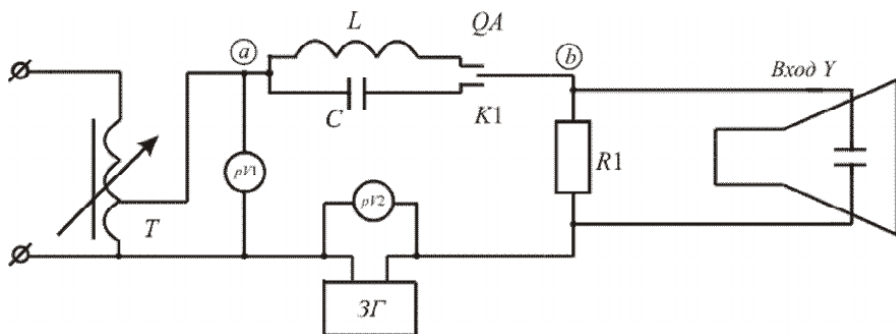

Рис. 7.1.
2. Соберите цепь по схеме рис. 7.1.